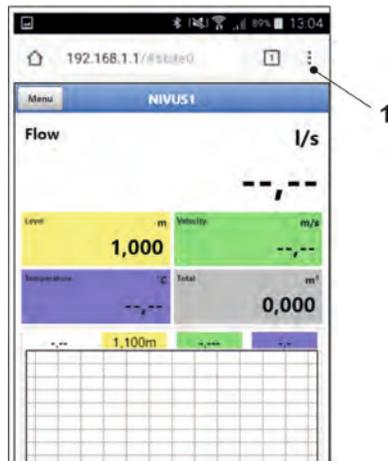
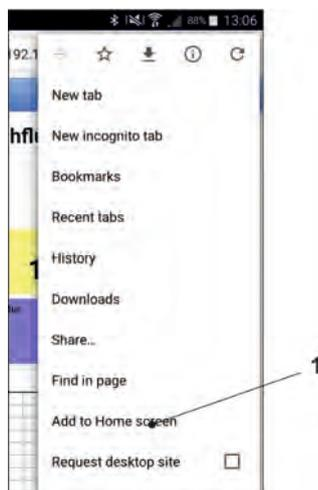

Fig. 31-6 Affichage écran du NFM dans le navigateur
Fig. 31-7 Ajouter à l'écran d'accueil
Une fois la connexion réussie, l'écran du NivuFlow Mobile (Fig. 31-6) s'affiche.
8. Pour configurer un lien vers « l'écran d'accueil » (pour un accès direct), appuyer sur l'icône pour plus d'onglets (Fig. 31-6 point 1) puis appuyer sur paramètres et sélectionner « Add to Home screen » (Fig. 31-7 point 1).